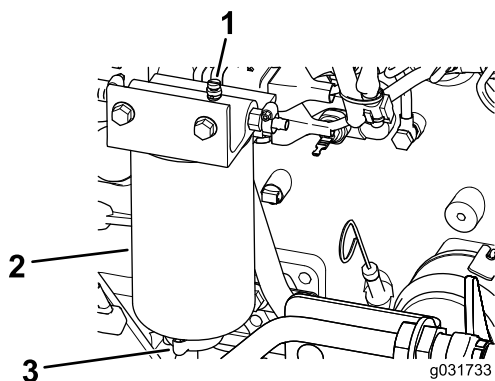

Figura 105
2. Afloje la válvula de vaciado en la parte inferior del filtro (Figura 105).
2. Drene parte del combustible aflojando el tapón de ventilación y abriendo el tapón de vaciado (Figura 105).